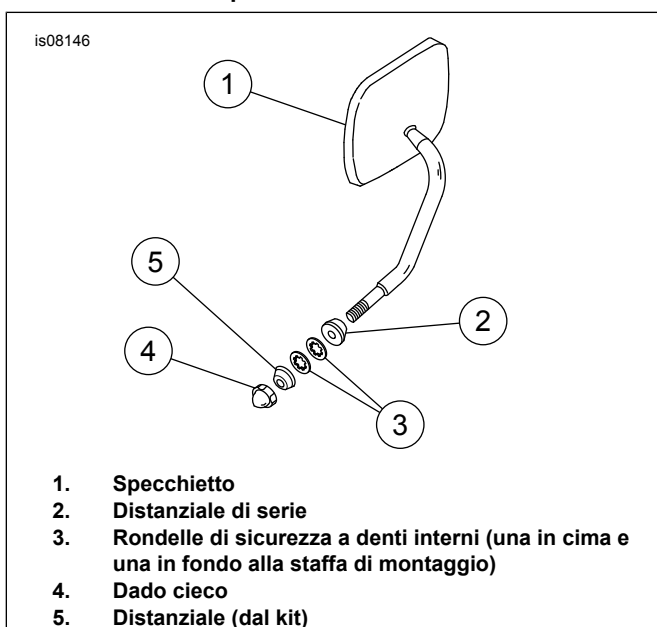

Figura 2. Installazione dello specchietto destro
- Vedere Figura 2. Installare il dado cieco del kit per fissare lo specchietto destro. Se il dado cieco arriva in fondo senza stringere, aggiungere il secondo distanziale dal kit inserendolo nella posizione mostrata.